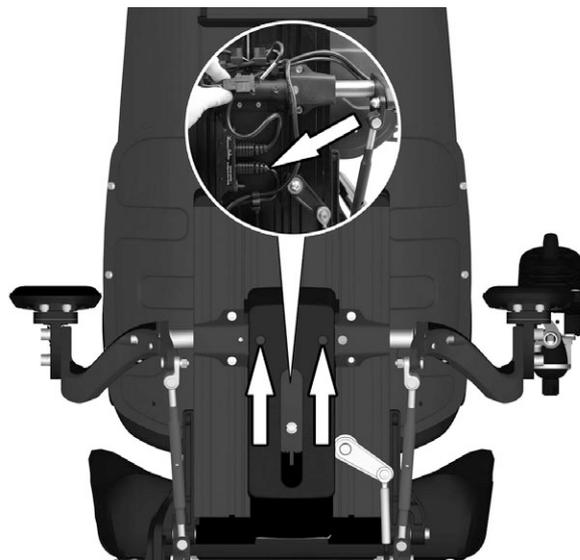

Abbildung 138. Das R-Net-Kabel vom Kontaktblock an der Rückseite der Rückenlehnen abnehmen.
5. Abdeckung auf der Rückseite der Rückenlehne abmontieren. Sie ist mit zwei Schrauben befestigt. Siehe Abbildung. 138.
6. Das R-Net-Kabel vom Kontaktblock an der Rückseite der Rückenlehnen abnehmen. Siehe Abbildung. 138. Kabel von den Leistungshaltern lösen. Für spätere Montage beachten, wie das Kabel montiert ist.